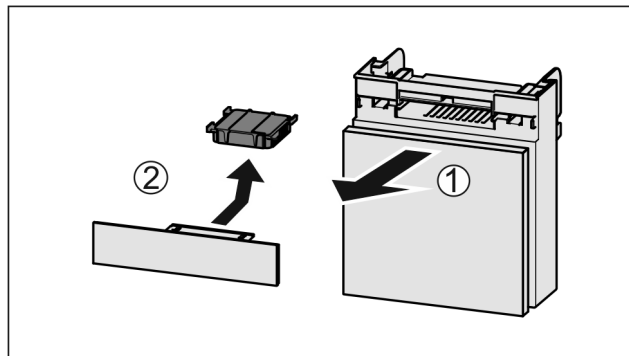

Fig. 135
- ▶ Predal izvlecite Fig. 135 (1) naprej.
- ▶ Odstranite Fig. 135 (2) aktivni ogljeni filter.